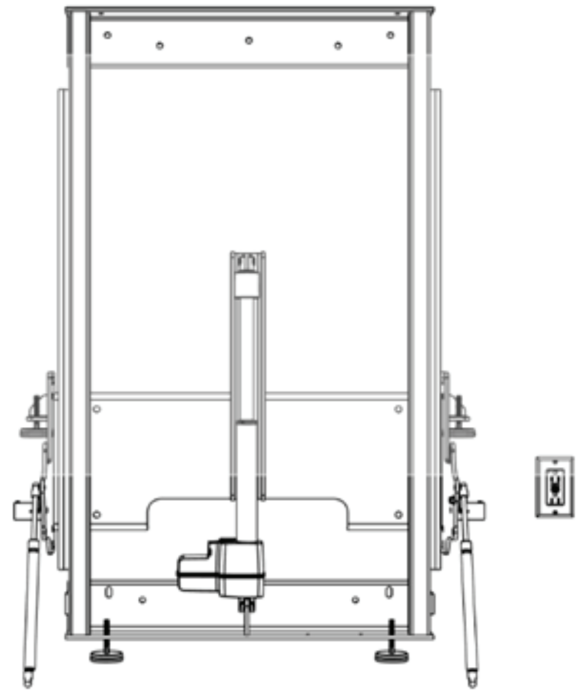

Figure 7 - Emplacements des trous de montage
1. Placer le bloc d'alimentation contre le mur à l'emplacement désiré (voir la figure 7).